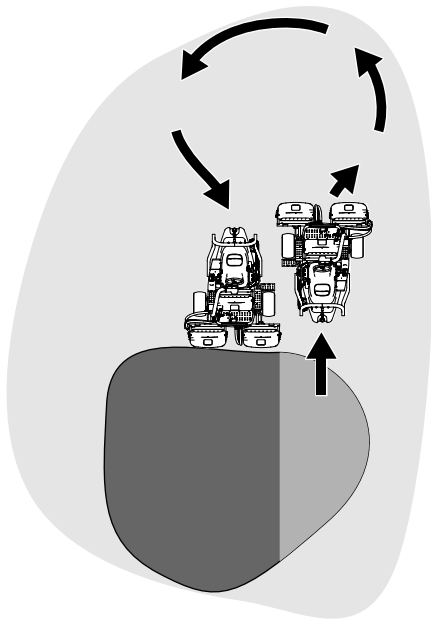

図 25
6. Uターンするとき、一旦反対側にハンドルを切ってから旋回すると、楽に、しかも効率良く回ることができて次の列そろえが楽になります。反対側に軽く振ってから旋回すると雨だれ形の旋回 **図 25** になって、スムーズに次の列に入ることができます。